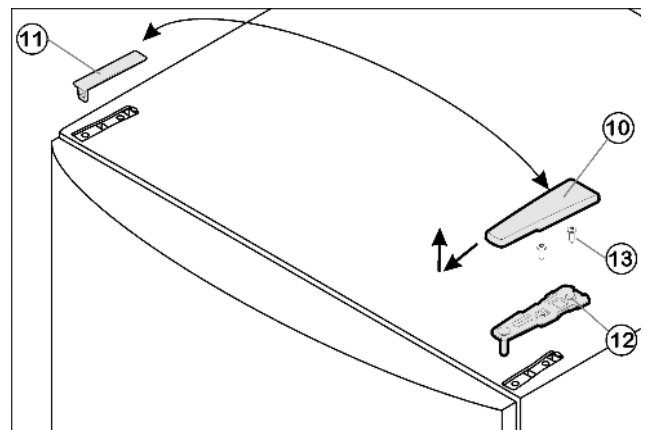

Fig. 4
- ▶ Előre és felfelé húzza le a fedelet Fig. 4 (10).
- ▶ Emelje le a fedelet Fig. 4 (11).
- ▶ Csavarozza le a felső csapágybakot Fig. 4 (12) (2 db Torx® 25) Fig. 4 (13), és felfelé húzza le.
- ▶ A felső csapágybakot Fig. 4 (12) helyezze a csuklópánt új oldalán az ajtóba.
- ▶ Csavarozza fel a felső csapágybakot Fig. 4 (12) erősen (4 Nm-es nyomatékkal) (2 db Torx® 25) Fig. 4 (13). A csavarlyukat esetleg pontozza meg, vagy használjon akkus csavarhúzót.
- ▶ A Fig. 4 (10) és a fedelet Fig. 4 (11) mindig az ellenkező oldalra pattintsa fel.